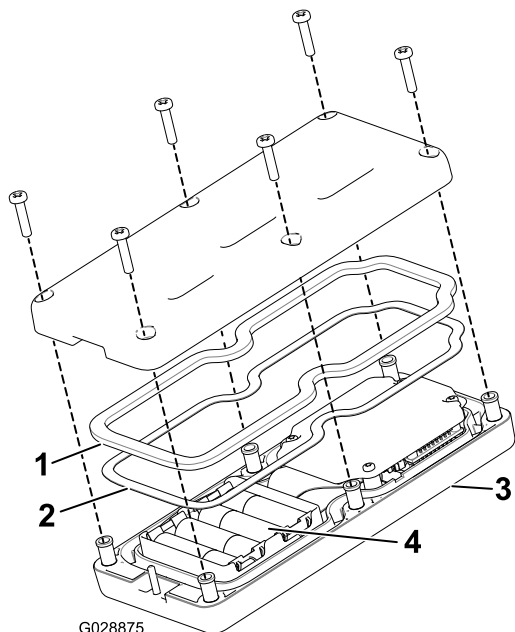

Рисунок 38
3. Отверните 6 винтов в задней части пульта дистанционного управления и снимите крышку (Рисунок 38).
5. Вставьте все новые элементы питания в соответствующие гнезда, соблюдая полярность. (Если батарейки будут установлены неправильно, устройство не будет повреждено, но и не будет работать.) В каждом гнезде имеется тиснение с обозначениями полярности клемм (Рисунок 38).
6. Если вы случайно удалили резиновое уплотнение и стальную прокладку, осторожно установите их обратно в канавку ручного пульта дистанционного управления (Рисунок 38).
7. Установите на место крышку, закрепите ее с помощью 6 ранее снятых винтов (Рисунок 38) и затяните их с моментом 1,5–1,7 Н·м.